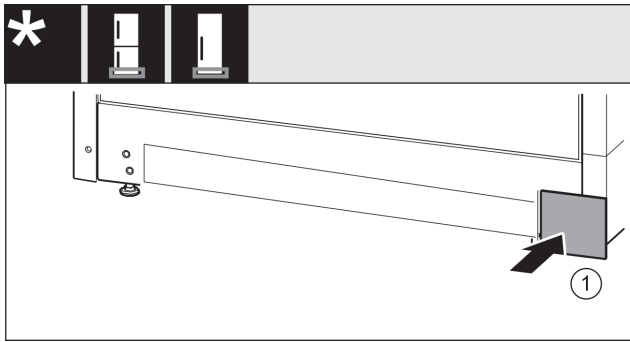

Fig. 16
- Volver a colocar la cubierta en el otro lado. Fig. 16 (1)